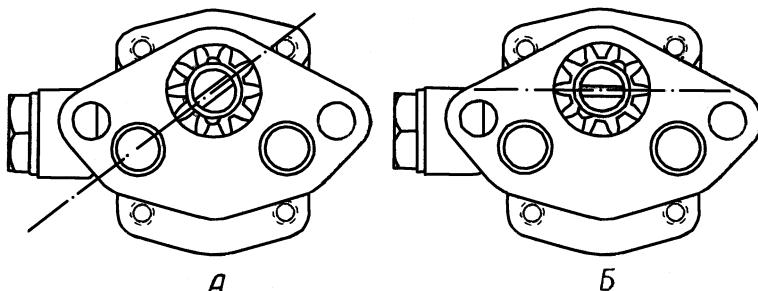

Рис. 23. Положение прорези вала масляного насоса (вид на вал сверху):
2. Валик насоса повернуть таким образом, чтобы прорезь для шипа вала распределителя стояла наклонно, как это показано на рис. 23-А.
3. Осторожно вставить насос на место, проследив за тем, чтобы его шестерня не задевала за стенки отверстия в блоке. Когда шестерни насоса и распределительного вала войдут в зацепление, первая повернется, и прорезь для шипа валика распределителя придет в горизонтальное положение, показанное на рис. 23-Б.